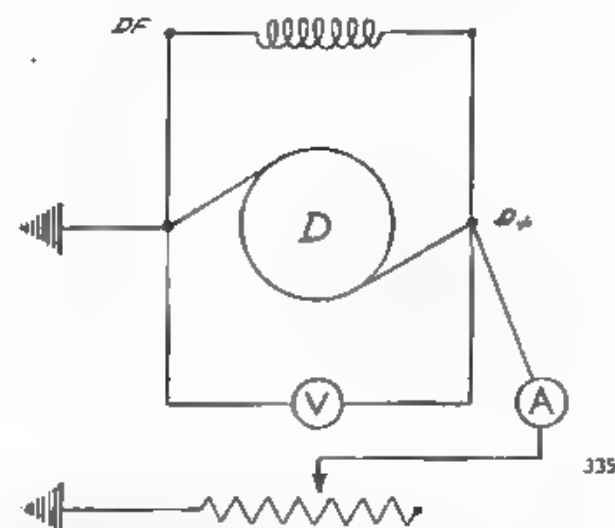

Fig. 122 - Schema prova dinamo sotto carico a tensione costante 6 V
b) Prova sotto carico a tensione costante 6 V: Fermi restando i collegamenti della prova precedente collegare un reostato tra il D+ e la massa con in serie un amperometro (fig. 122). Aumentare gradatamente i giri e regolare il reostato finché con la tensione di 6 V si ottiene una corrente di 7,5 A. La potenza sarà quindi di $6 \text{ V} \times 7,5 \text{ A} = 45 \text{ W}$ (potenza nominale). Il numero di giri corrispondente deve essere minore o uguale a 1500 g/1'. Se la dinamo ha le caratteristiche suddette vuol dire che è efficiente, e bisogna quindi cercare la causa nel regolatore.